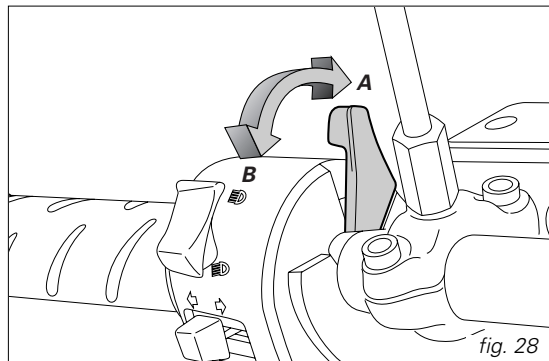

fig. 28
2) Spostare la leva comando starter in posizione (B) (fig. 28).